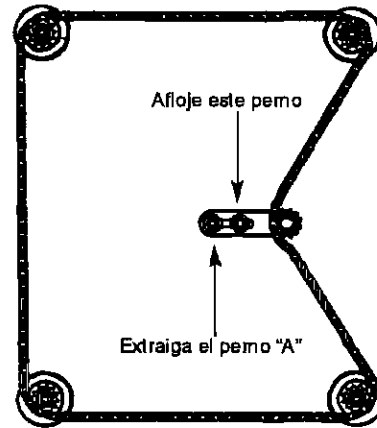

Figura 17 – Abrazadera de tensión de la cadena
- Si la caja de rodillos no está paralela a la mesa, se debe ajustar la mesa. Afloje los dos pernos que sujetan la rueda dentada de tensión de la cadena (véase la Figura 17). Es posible que sea necesario extraer el perno "A" para aliviar la tensión de la cadena.